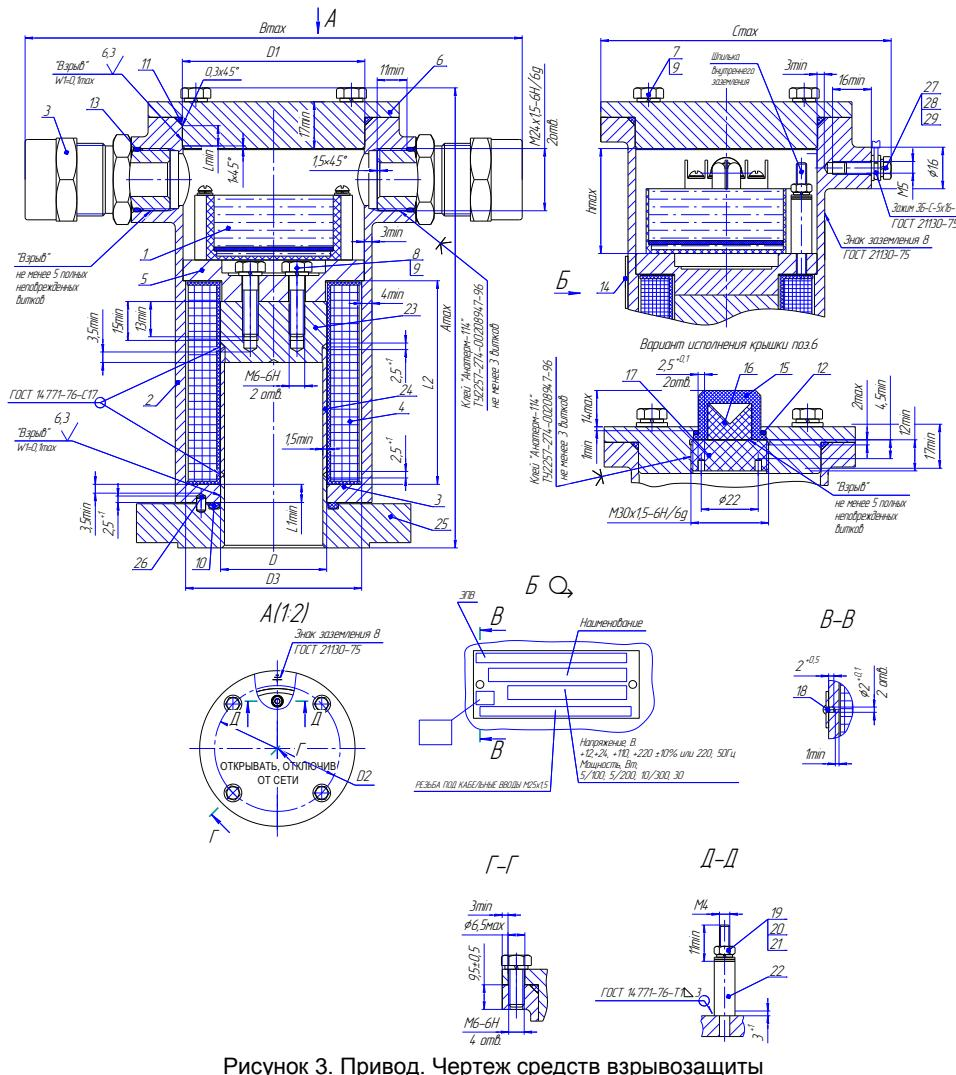

Рисунок 3. Привод. Чертеж средств взрывозащиты
Обозначения на рис. 1а.б: 1-корпус(Сталь 10Х18Н9Л ГОСТ 977-88,14Х17Н2 ГОСТ 5632-72), 2- вставка (Сталь 14Х17Н2 ГОСТ 5632-72), 3- электромагнитный привод (см.рис.3)), 4- сердечник (Сталь 14Х17Н2 ГОСТ 5632-72), 5- пружина (Проволока ВО-2 ТУЗ-1002-77), 6- трубка разделятельная(Сталь 12Х18Н10Т ГОСТ 5632-72,14Х17Н2 ГОСТ 5632-72), 7- шток (Сталь 12Х18Н10Т ГОСТ 5632-72), 9- гайка А2 DIN934, 10,13,15,16-кольца уплотнительные (резиновая смесь. Марка в зависимости от исполнения) затвор (Сталь 14Х17Н2 ГОСТ 5632-72), , 11- гайка (Сталь 09Г2С ГОСТ19281-89), 12- ручка (Сталь 12Х18Н10Т ГОСТ 5632-72), 14-кольцо (фторопласт Ф4К20 ТУ 6-05-1413-76), 17-шайба стопорная.
Электромагнитный привод (ЭПВ) представляет собой электромагнит постоянного тока со схемой управления режимом работы и состоит (см. рис.3) из корпуса 2 с двумя кабельными вводами и крышкой 6, катушки 4, прижимного фланца 5 и электронного блока управления 1 (модуль СФУ).
- заключения его электрических цепей во взрывонепроницаемые металлические оболочки по ГОСТ IEC 60079-1. Взрывоустойчивость оболочек проверяется при изготовлении испытаниями избыточным давлением 1,5 МПа. Сопряжения деталей, обеспечивающих взрывозащиту показаны на чертежах средств взрывозащиты (рисунок 3, 4). На поверхностях, обозначенных "Взрыв" не допускаются раковины, забоины, вмятины, ржавчина, чернота, наличие краски и другие дефекты.
**7.2.2** Присоединить питающий кабель к приводу в последовательности (см. рис. 3, 4, 5):